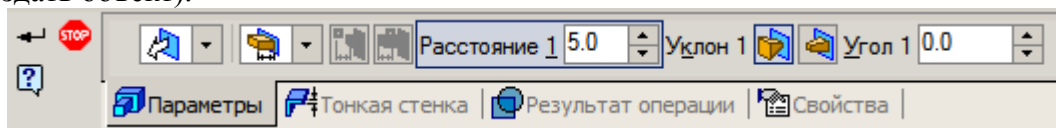

Рис. 20. Так выглядит *Панель свойств* при настройке инструмента «Операция выдавливания»
24. На *Панели свойств* в поле *Расстояние* введите *5 мм* и нажмите клавишу *Enter* (рис. 20). Остальные настройки оставьте по умолчанию. Чтобы завершить операцию, щелкните по кнопке  (Создать объект).